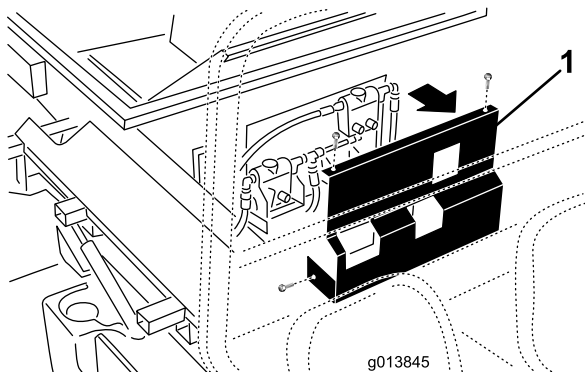

Figura 13
39. En la versión SH, modelo 44701, retire los herrajes que sujetan la tapa a la parte delantera de la ProPass y aparte la tapa (Figura 13).